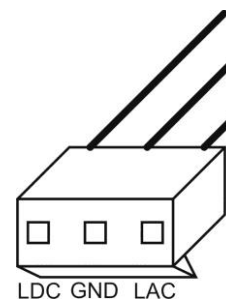

Abbildung 4. Herausführung am Signalausgang.
4. Leitungen des Signalanschlusses am Netzteil PSB 54V durchtrennen, Isolierung abnehmen und nach dem Schema an das Modul anschließen. Leitungen Lac, Ldc, GND des Netzteils mit den entsprechenden Buchsen am Automatikmodul verbinden (siehe Abbildung 4).